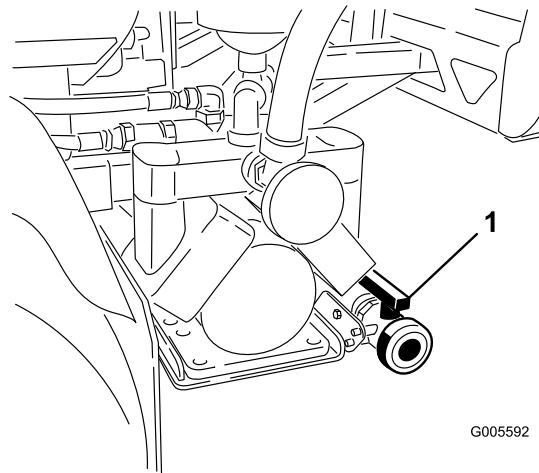

Figura 20
- Localize a válvula de escoamento do depósito na traseira da máquina (Figura 20). A válvula é para a traseira da bomba, montada no suporte de apoio.